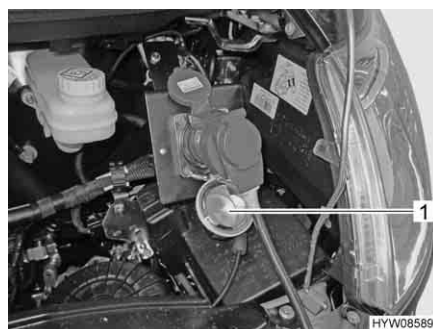

Fig. 46 Collegamento a 230 V
- Ruotare il coperchio (Fig. 46,1) in senso antiorario (chiusura a baionetta) e rimuoverlo.
- Inserire l'innesto rapido. Durante questa operazione il cavo di allacciamento deve trovarsi sopra la griglia di raffreddamento (Fig. 46).